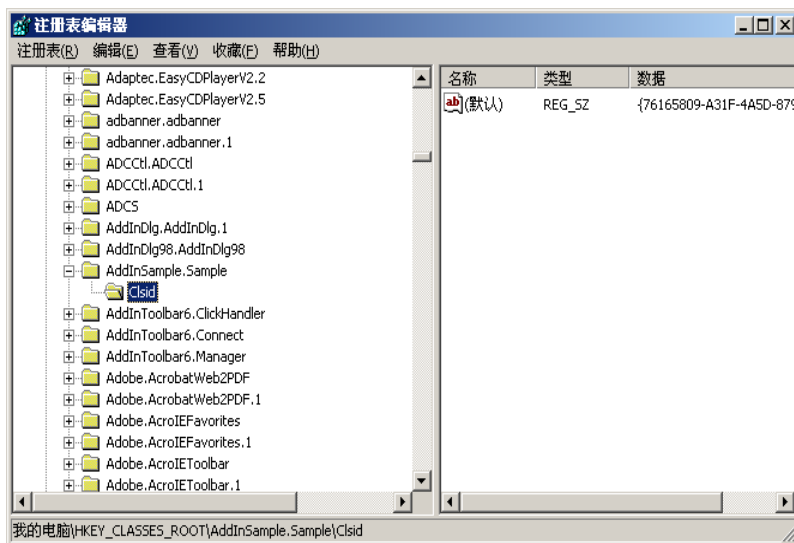

图 15-23 Clsid 的值
(2) 在 HKEY_CLASSES_ROOT 文件夹中，找到 Project1.Class1 文件夹，展开 Clsid 子文件夹，Clsid 的值显示在右侧窗口中，如图 15-23 所示。